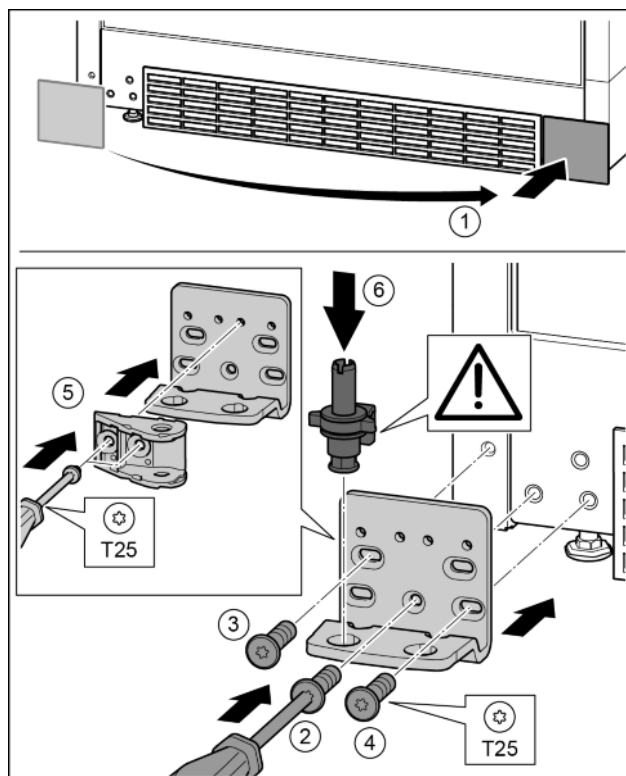

Fig. 32
- ▶ Zdjąć osłonę i założyć z drugiej strony. Fig. 32 (1)
- ▶ Płytkę zawiasu założyć z drugiej strony i przykręcić przy pomocy śrubokręta T25. Rozpocząć śruby 2 dolnej umieszczonej na środku. Fig. 32 (2)
- ▶ Dokręcić śrubę 3 i 4. Fig. 32 (3, 4)
- ▶ Połączenie amortyzatora zamykania obrócić o 180°. Przykręcić z drugiej strony płytkę zawiasu przy pomocy śrubokręta T25. Fig. 32 (5)
- ▶ Założyć cały sworzeń płytki zawiasu. Przy tym zwrócić uwagę, by krzywka zatraskowa wskazywała do tyłu. Fig. 32 (6)